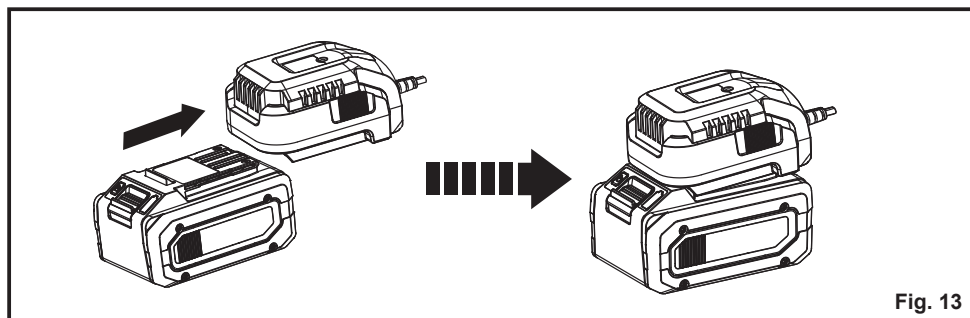

Fig. 13
1. Alinee la ranura de la batería con el carril del cargador. Deslice la batería por el carril hasta que quede fija en su sitio (Fig. 13).